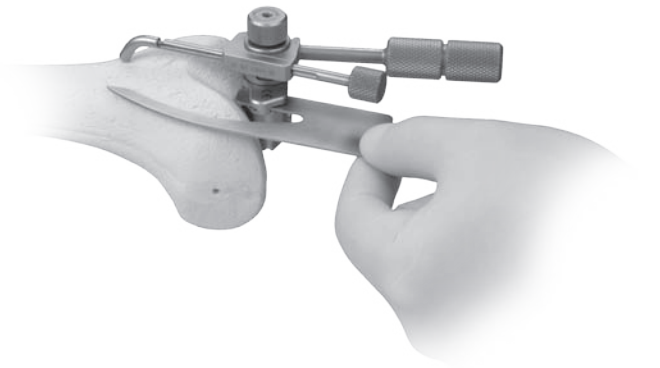

Fig. 13
- Confirm anterior cut with the Resection Guide (Fig. 13).